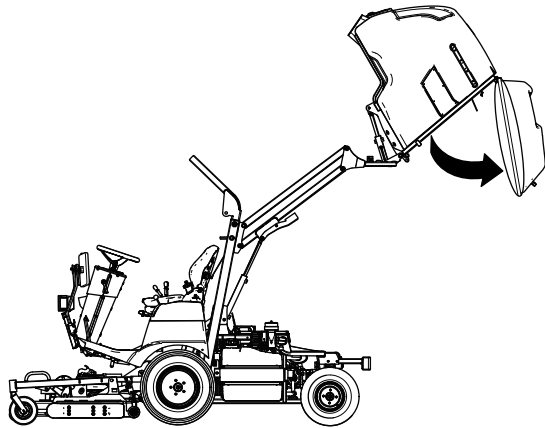

Bild 140
2. Heben Sie die Fangbox (Bild 140) ganz an, siehe Anheben der Fangbox \(Seite 33\).
3. Entleeren Sie die Fangbox (Bild 140) und lassen sie in der ganz entleerten Stellung, in der die Heckklappe ungehindert hängt, siehe Entleeren der Fangbox \(Seite 34\).